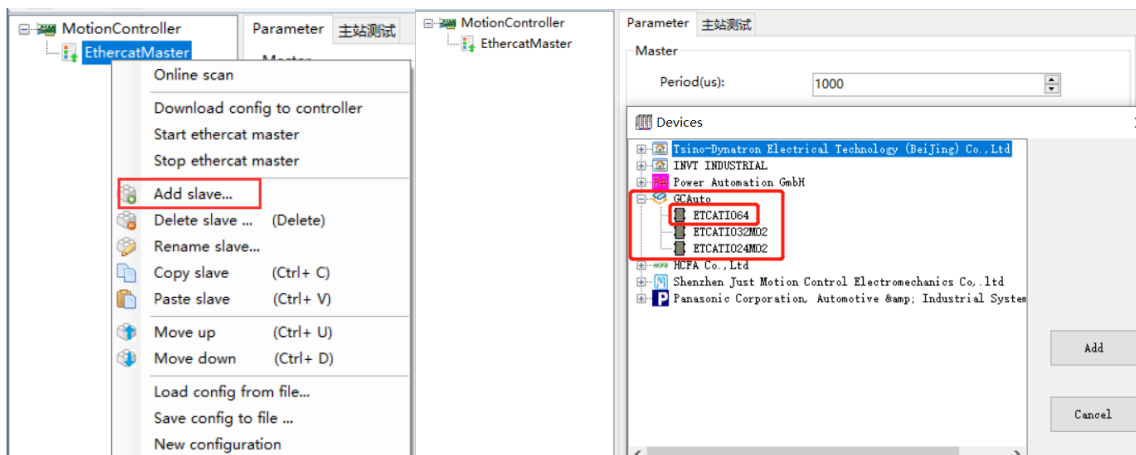

图 2.1.6 添加从机设备
⑤ 右键点击【EtherCATMaster】->【Add slave...】,如图 2.1.6 添加从机设备(如果没有找到前面安装的 xml 文件名, 点击菜单栏【Devices】->【Reload】即可, 选择 ETCATIO64, 点击【Add】完成: